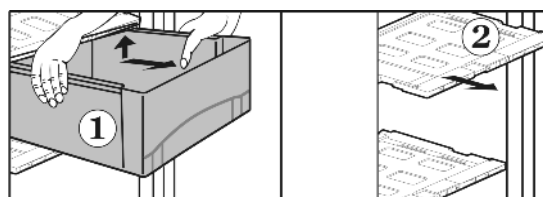

Fig. 30
- ▶ Выдвижные ящики Fig. 30 (1) извлеките до упора.
- ▶ У снятого выдвижного ящика крышку *Fig. 30 (2)* с регулятором влажности освободите из фиксаторов сверху, извлеките вперед.